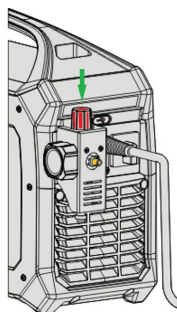

bild 3
6. Justera vid behov lufttrycket genom att vrida vredet (B) antingen medurs för att öka lufttrycksinställningen eller moturs för att minska trycket som visas på tryckmätaren.
7. När rätt lufttryck är inställt på regulatorns mätare, tryck ner justeringsvredet (B) i bild 3 för att låsa det.